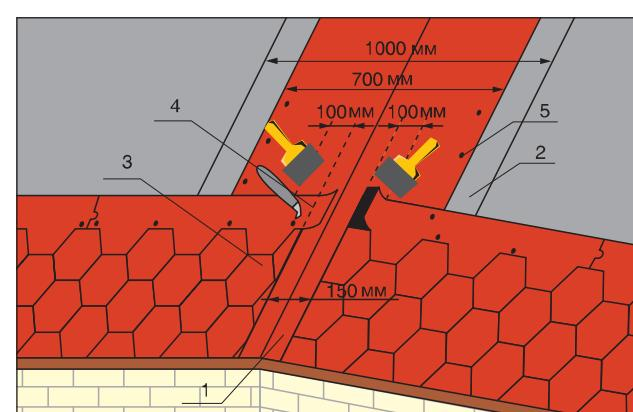
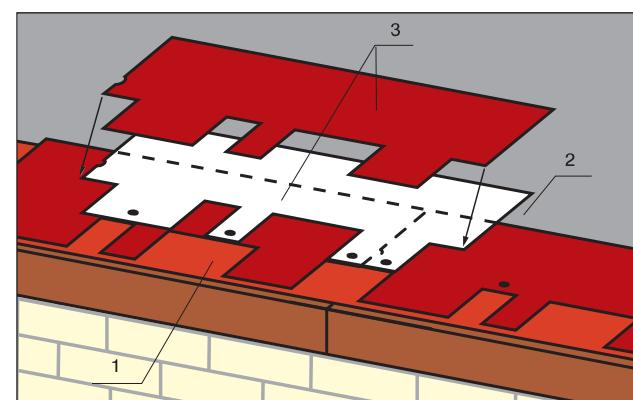

Рис.12 Укладка рядовой черепицы в ендове
Рис.13 Укладка рядовой черепицы (тип ROCKY)
5.6.3. В ендове обрезают черепицу так, чтобы на границе пересечения скатов осталась открытой полоса Ruflex Super Pintari шириной 150 – 250 мм (рис. 12). Края черепиц проклеивают вдоль линии отреза на ширину 100 мм kleem Katepal K-36. При отрезании подкладывают под черепицу фанеру, чтобы не повредить нижний слой. Схема укладки рядовой черепицы (тип Rocky) приведено на рис. 13.